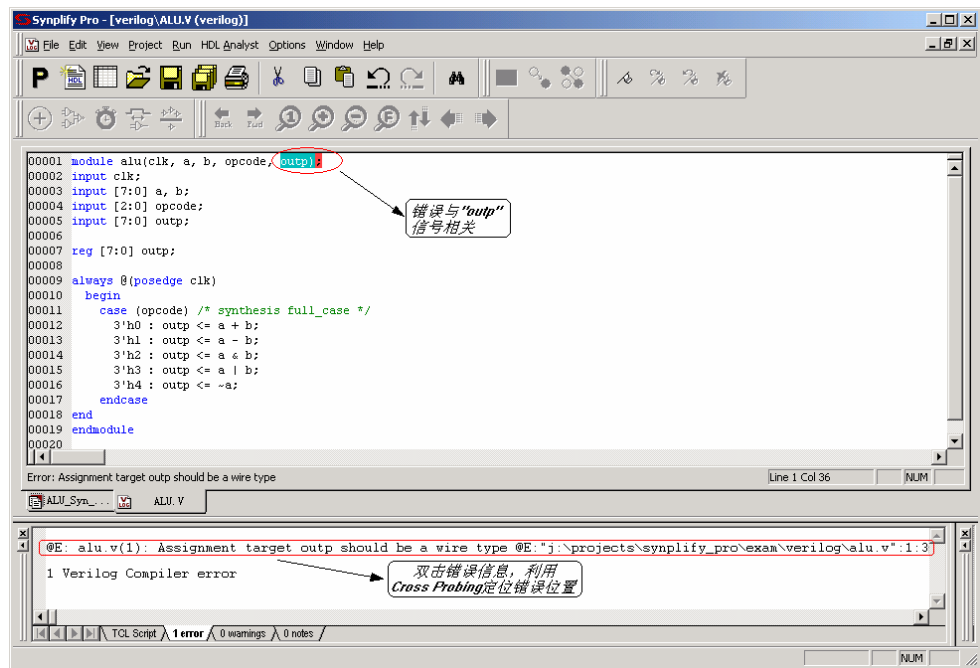

图4-15 综合检错
6. 运行菜单命令【Run】/【Synthesis Check】，则综合检错功能会在“消息显示窗”报错，并指出“outp”应该为“wire”型变量。这是因为输入变量不能为寄存器型“reg”，也就不能进行非阻塞式赋值“<=”操作。双击错误信息，同样可以用 Cross-Probing 定位错误位置，如图 4-15 所示。